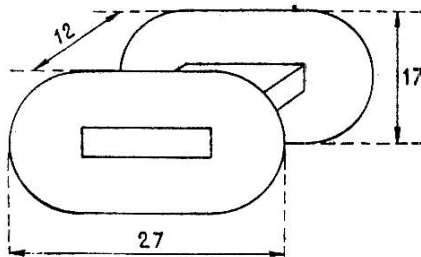

Fig. VI-16. — Carcasse de la bobine.
2. Bobinage (fig. VI-16) : enrouler serré sur la pièce A, plusieurs tours de papier kraft gommé (voir librairie) préalablement mouillé. Laisser sécher. Préparer 2 joues en carton mince très raide ou en bakélite 5/10. Le noyau étant sec, le sortir de A et couper avec précision (lame de rasoir) à la longueur voulue. Veiller à l'équerre des coupes. Enfiler ce noyau sur une tige filetée de 3 mm bien droite. Disposer les joues. Serrer le tout entre 2 plaquettes de bakélite 2 mm (30 × 20 mm). Régler pour que l'ensemble **tourne parfaitement rond** (noyau, joues, plaquettes). La réussite du bobinage est à ce prix. Coller les joues à l'intérieur à la colle cellulosique. Prévoir 2 paliers pour la tige, une manivelle, un compteur (c'est bien utile) et remplir la bobine de fil émaillé 10/100. Décaper le départ du fil (2 à 3 cm) avec du papier abrasif très fin, **avant** de commencer l'enroulement. (Trop dangereux à la fin). La bobine remplie, recouvrir de 2 ou 3 couches de Scotch de couleur. Préparer 2 lamelles de clinquant (large de 3 mm) de cuivre (écran statique de transfo d'alimentation grillé). Y souder les 2 sorties. Disposer les cosses ainsi constituées et les faire tenir par 2 ou 3 nouveaux tours de Scotch.